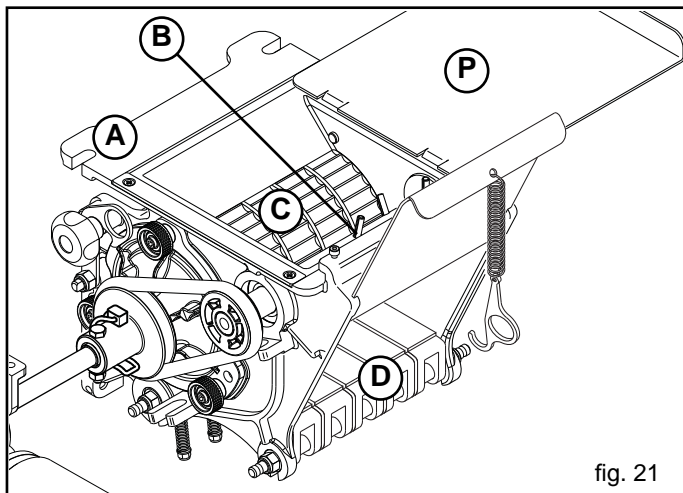

fig. 21
Il dosatore (Fig. 21), organo principale per il funzionamento dell'attrezzatura, è posizionato sotto la tramoggia della semente.
B) **Tramoggia con prodotto:** utilizzare la paratia mobile (P, Fig. 21) per escludere l'alimentazione dalla tramoggia al dosatore. Successivamente svuotare la camera di dosaggio.
IMPORTANTE: prima di iniziare le operazioni di semina, aprire la paratia (P, Fig. 21) per alimentare il dosatore.